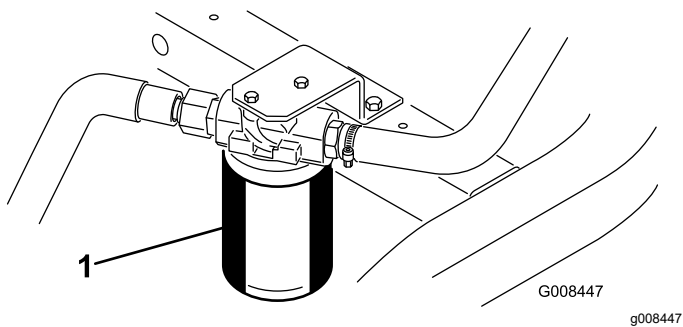

图 50
1. 清洁过滤器安装区周围的区域图 50。在过滤器下面放置一个放油盘并拆下过滤器。